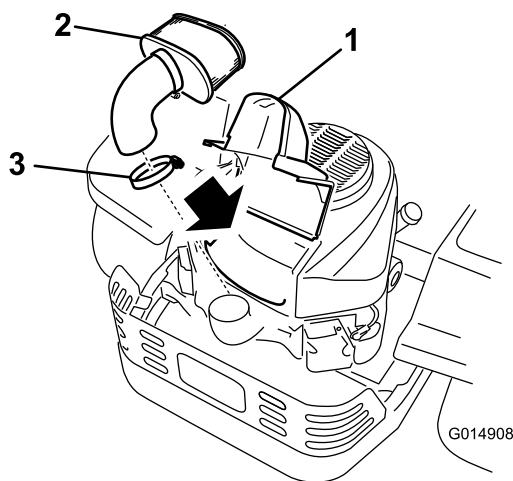

Figura 28
4. Levante la cubierta y retire la abrazadera que sujeta el conjunto del limpiador de aire al motor (Figura 28).
5. Afloje la abrazadera y retire el elemento de papel (Figura 28).